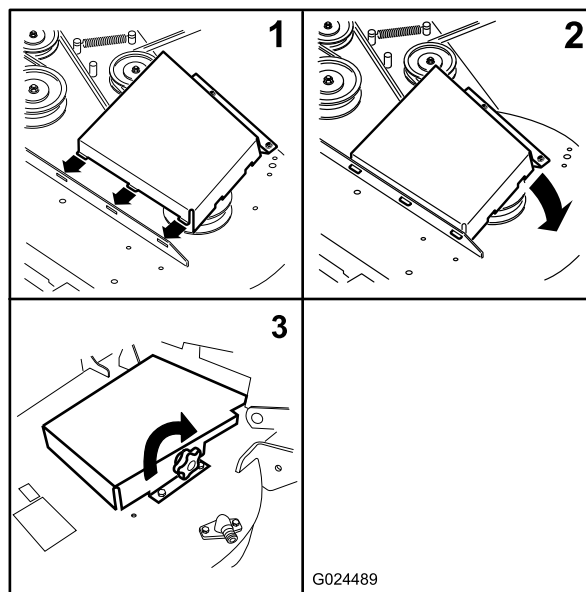

Figure 64
4. Posez les couvercles de courroie (Figure 64).